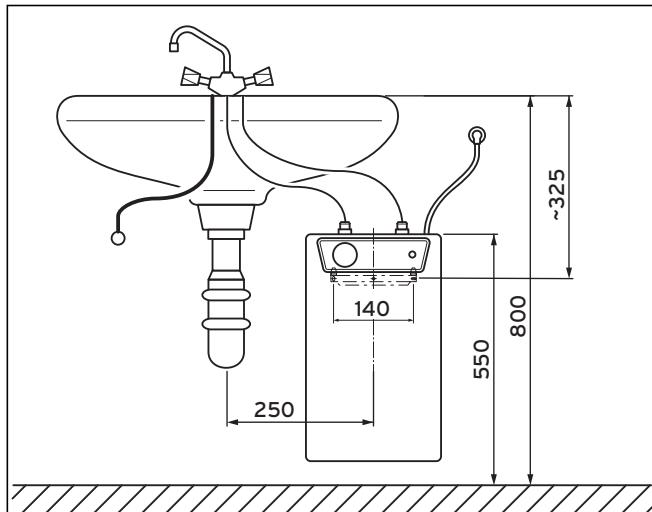
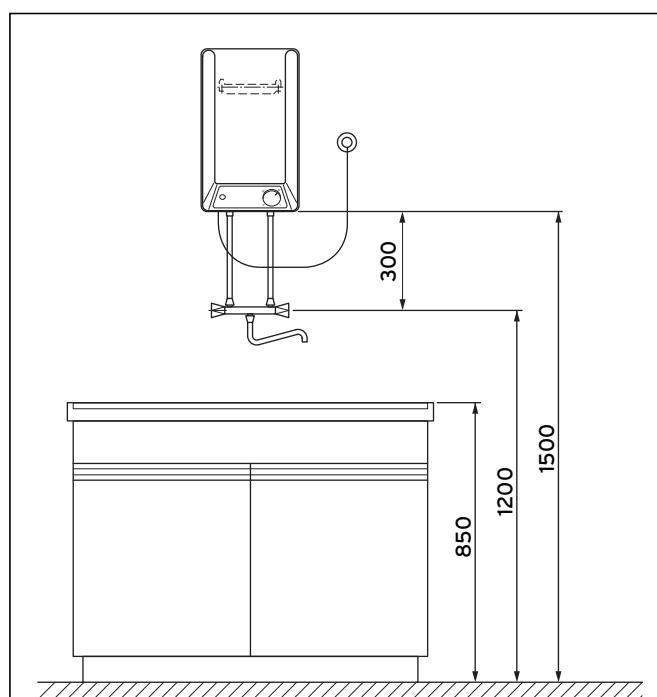

Abb. 4.3 Installationsbeispiel VEN 10/5 U
Abb. 4.5 Installationsbeispiel VEN 10/5 O
- Der Elektro-Warmwasserspeicher darf nur in einer senkrechten Anordnung an einer lotrechten Wand montiert werden (→ Abb. 4.3, Abb. 4.5).